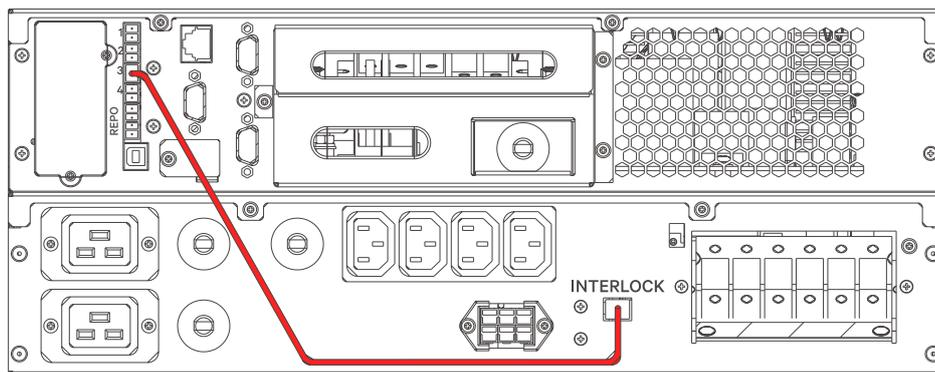

图5-8 端口连接（以 ITA2 5kVA 机器与 5kVA 单机 POD 为例）
2. 使用 POD 附件配带的维修旁路信号连接线将 UPS 干接点 3 端口和 POD 上的 interlock 端口连接。见图 5-8。